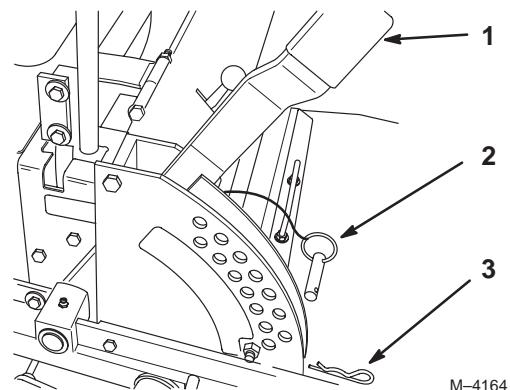

Figure 20
1. Relevez le levier de sélection de hauteur de coupe en position de transport (qui correspond aussi à la hauteur de coupe de 127 mm) (Fig. 20).
2. Pour changer de hauteur de coupe, retirez la goupille fendue et l'axe de chape du support de hauteur de coupe (Fig. 20).
3. Placez l'axe de chape dans le trou du support correspondant à la hauteur de coupe voulue (Fig. 20).
4. Fixez l'axe de chape avec la goupille fendue (Fig. 20).